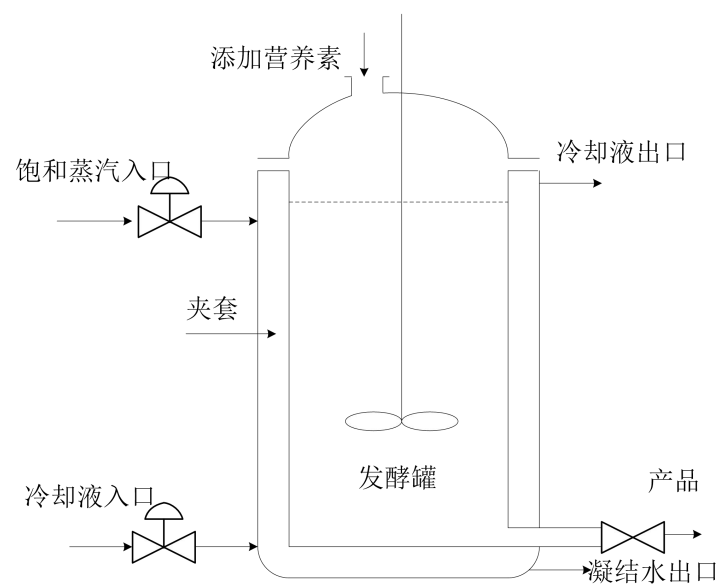

图 3 间歇生产土霉素发酵过程
2. 图 3 描述了一个生产土霉素的间歇发酵装置，生产前先将培养液和菌种放入发酵罐，然后根据生产工艺在不同阶段添加各种葡萄糖、玉米粉等营养素，期间由于发酵前需要用蒸汽加热促进培养液升温发酵，一旦发酵条件具备，则罐内液体升温，为避免过度发酵需要加入冷却液降温，并保持馆内液体维持在某个合适的值，待罐内液体中效价等指标达到要求，生产过程结束，将罐液全部流出，完成此罐的生产。